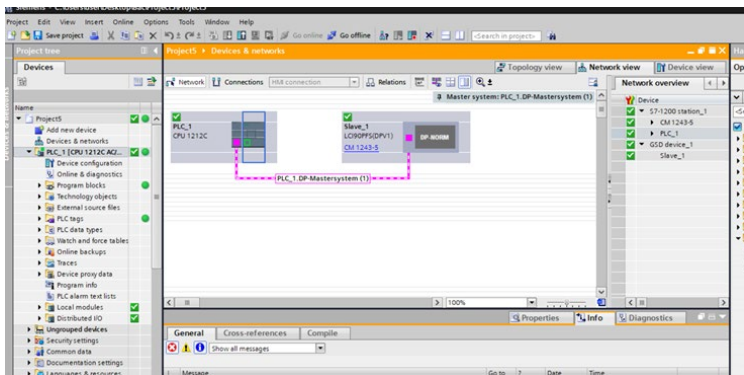

Рисунок 21 – Отображение успешного подключения ПЛК и ПЧ.
14. На панели инструментов нажать «Go to online», после чего должно отобразиться успешное подключение (рисунок 21).